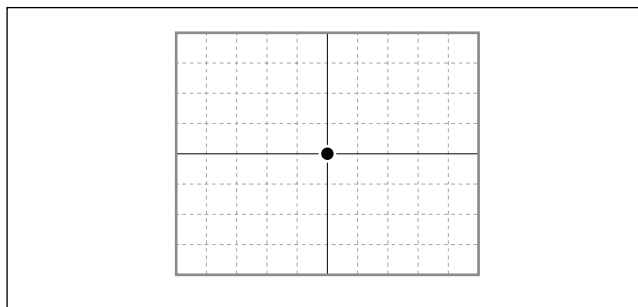

図 4-3
- ③ オシロスコープの TIME/DIV スイッチを X-Y MODE にします。
- ④ オシロスコープの CH1、CH2 の偏向感度 (VOLTS/DIV) を 500 mV/DIV にします。
- ⑤ オシロスコープの CH1 および CH2 の INPUT COUPLING スイッチを DC にします。
- ⑥ オシロスコープの CH1、CH2 のオフセットを 1.3 V に設定します。(図 4-3 参照)